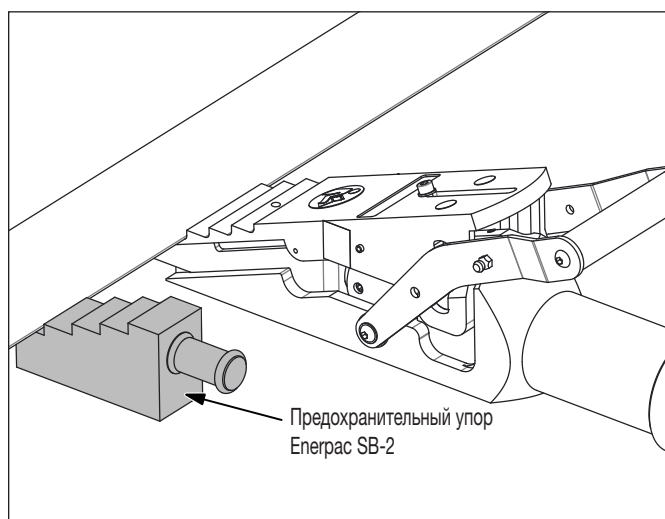

Рисунок 4 – Предохранительный упор Энерпас SB-2
6. После подъема предмета на необходимую высоту или на максимальную высоту на используемой ступеньке, вставьте предохранительный упор Энерпас SB-2 (прилагается отдельно к подъемному клину). См. рисунок 4.
7. После подъема предмета на необходимую высоту или на максимальную высоту на используемой ступеньке, вставьте предохранительный упор Enerpac SB-2 (прилагается отдельно к подъемному клину). См. рисунок 4.